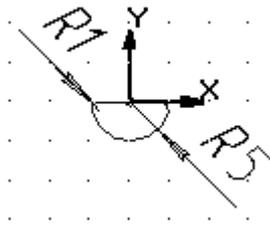

Рис. 7.16. Поперечное сечение детали
9. Постройте поперечное сечение детали (рис. 7.16).